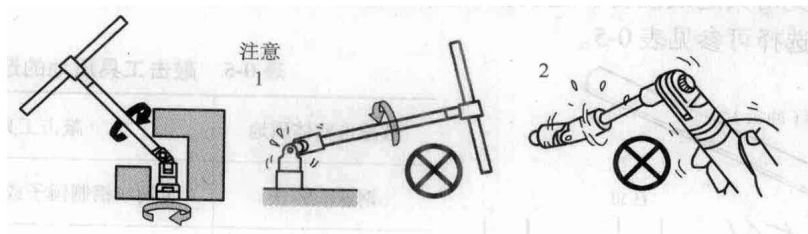

图 0-15 万向节套筒的正确使用
5) 使用万向节套筒时, 不要使手柄倾斜较大角度来施加力矩。勿将它用于气动工具。以免球节由于不能吸收旋转摆动而脱开, 并造成工具、零件或车辆损坏(图 0-15)。